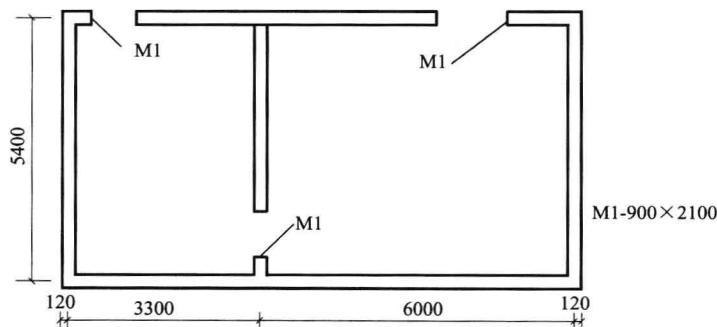

图 1-10 某平面示意图
**【例 1-10】** 如图 1-10 所示, 求某微机室、仪表室地面铺企口木地板工程量 (做法: 铺在楞木上, 大楞木 50mm×60mm, 中距 = 500mm, 小楞木 50mm×50mm, 中距 = 1000mm)。